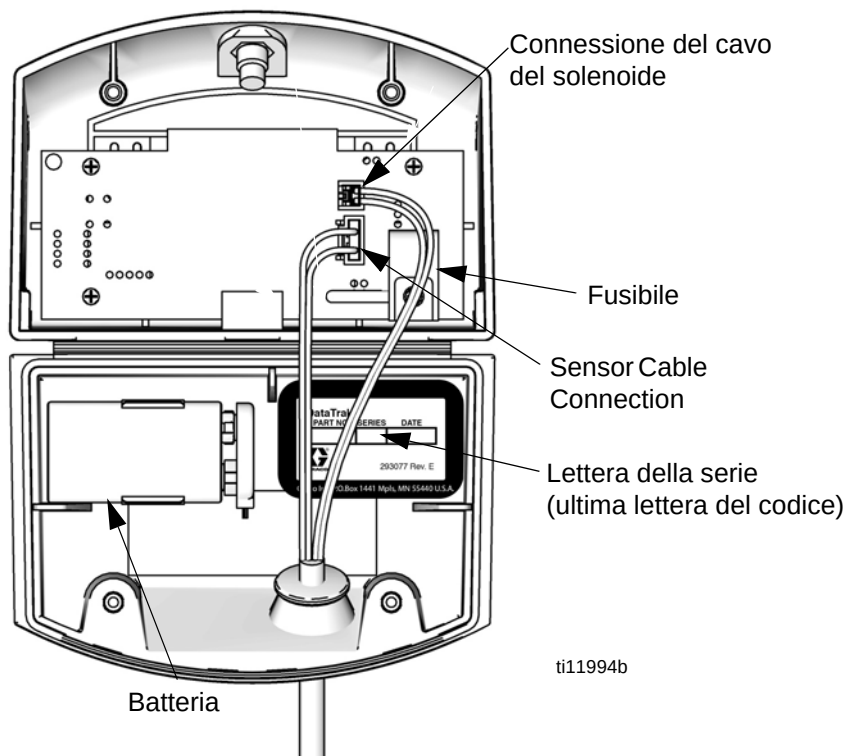

Figura 4. Posizione del fusibile e della batteria del DataTrak
- 4. Scollegare la batteria usata e sostituirla con una batteria approvata. Vedere la Figura 4.
* La Figura 4 mostra dove trovare la lettera della serie.